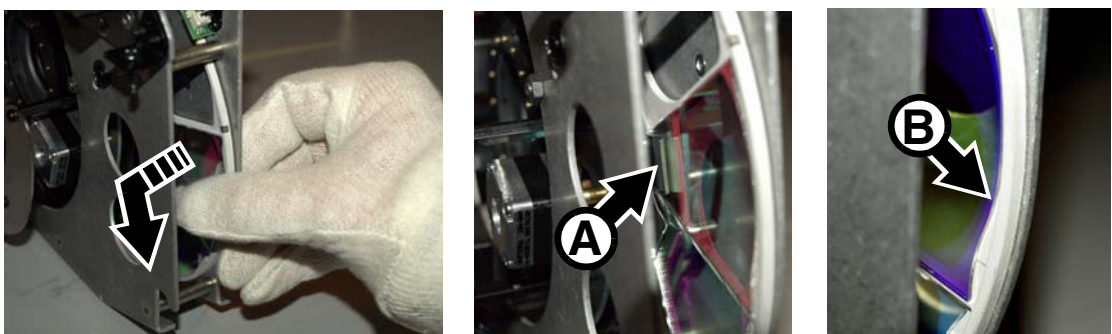

Figure 18: Remplacement d'un filtre de couleur
6. Les filtres de couleur du module IBD sont remplaçables. Si vous devez en changer un, consultez la Figure 18. Tournez la roue de couleur jusqu'à ce que le filtre concerné apparaisse. Soulevez légèrement le bord extérieur du filtre de la roue de couleur puis tirez-le hors de son ressort de rétention **A** puis de la roue de couleur.